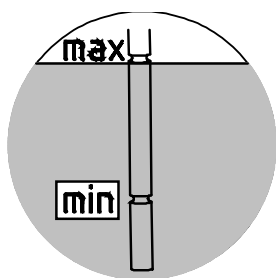

Figure 26 : Contrôle du niveau d'huile avec la jauge
2. Le niveau d'huile doit être compris entre les valeurs maximum et minimum indiquées sur la jauge complètement vissée (voir Figure 26). Si le niveau d'huile est trop faible, il doit être complété avec le type d'huile adapté.